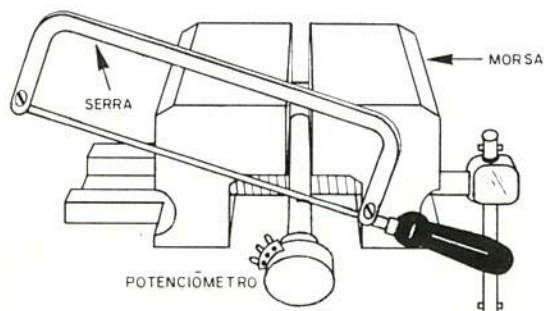

FIGURA 13
b) Potenciômetros: são todos lineares ou logarítmicos (tanto faz) sem chave. Antes de montá-los corte seus eixos no comprimento apropriado para receber os knobs (botões plásticos) que você já deve comprar em quantidade equivalente. Prefira os potenciômetros de eixo plástico que facilitam o corte mesmo com uma serra comum. (Para cortar o eixo, prenda numa morsa o potenciômetro pelo seu eixo e nunca pelo seu corpo, conforme mostra a figura 13).